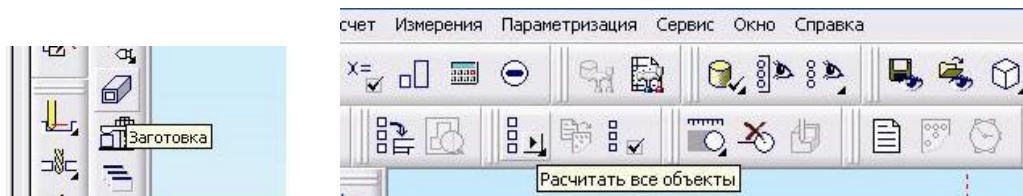
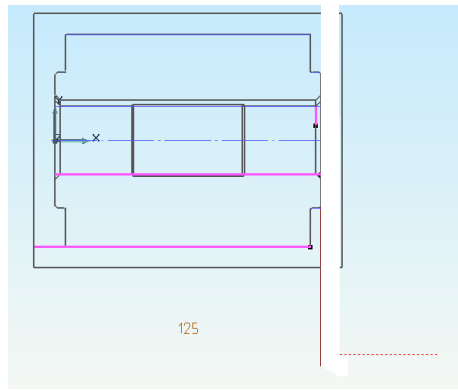

Рисунок 6
Рисунок 7
2.13 Определяем заготовку. Для этого нажимаем кнопку *Заготовка* (Рисунок 6)
Далее составляем цикл обработки, выбираем параметры подрезания, режущий инструмент по таблицам, его ориентацию в пространстве, назначаем место обработки заготовки. Нажимаем клавишу на панели инструментов *Расчитать все объекты* (Рисунок 6) и получаем эквидистанту резца (Рисунок 7).